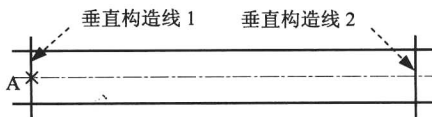
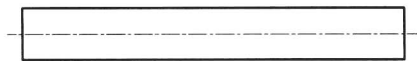

图 1.1.4 垂直构造线
图 1.1.5 修剪图形
Step3. 创建图 1.1.4 所示的垂直构造线。
(1) 创建图 1.1.4 所示的垂直构造线 1。选择下拉菜单 **绘图(D)** → **构造线(X)** 命令，在命令行中输入字母 V 并按 Enter 键（即选择“垂直”选项），在图 1.1.4 所示的 A 点处单击，按 Enter 键结束命令。
(2) 创建图 1.1.4 所示的垂直构造线 2。选择下拉菜单 **修改(M)** → **偏移(O)** 命令，在命令行中输入偏移距离值 400 后按 Enter 键，选取垂直构造线 1 为偏移对象，在其右侧的空白区域单击，以确定偏移方向，按 Enter 键结束命令。
Step4. 修剪图形。选择下拉菜单 **修改(M)** → **修剪(T)** 命令，选取图 1.1.4 所示的四条构造线后按 Enter 键，单击要修剪的部分，按 Enter 键结束命令。结果如图 1.1.5 所示。